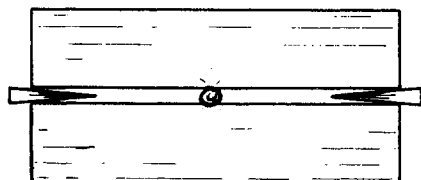

Figura 2.67
2. Mantenga la separación de las piezas durante el punteado usando cuñas (Figura 2.67).